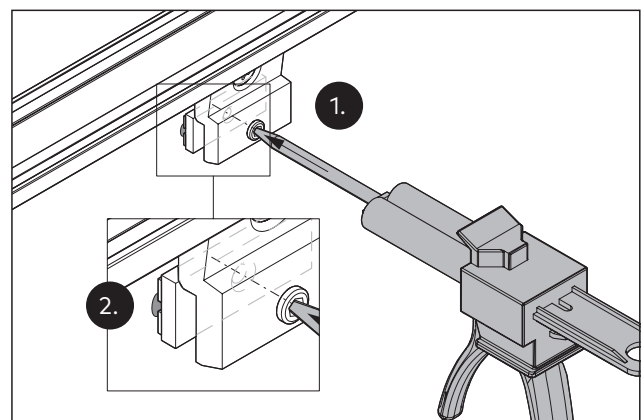

Abb. 11 Die Oberlicht-Klemmstücke mit dem Glas verkleben
9. Die 5 Oberlicht-Klemmstücke durch die Gewindestifte mit dem Glas verkleben (Abb. 11/1). Die Injektion stoppen, sobald der Klebstoff an der Seite austritt. Den ausgetretenen Klebstoff nicht entfernen (Abb. 11/2).